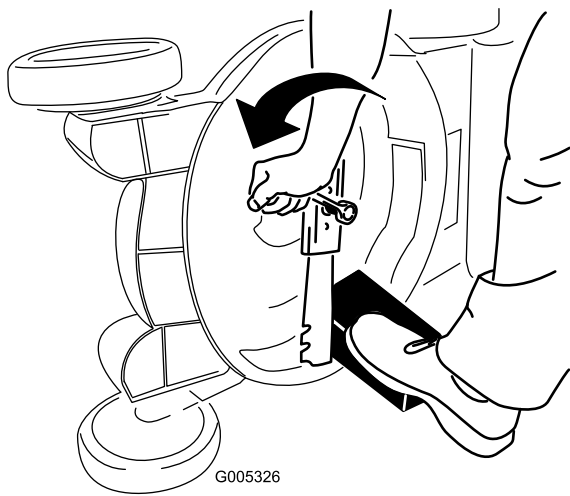

Figure 28
- Pour réduire au maximum la hauteur, tournez le guidon vers l'avant jusqu'à ce qu'il soit en appui sur les roues avant (Figure 28).